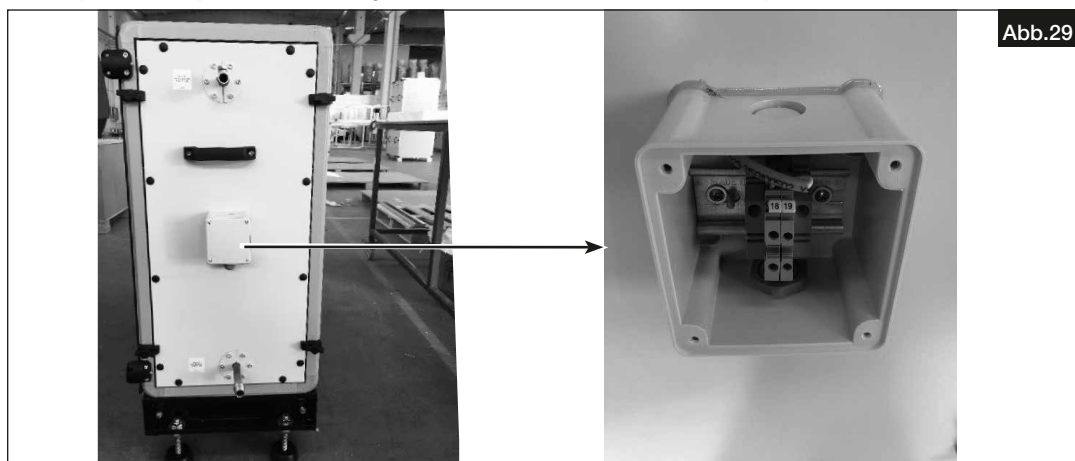

Abb.29
7. Abdeckung des Klemmkastens öffnen. Leitungsdicke, die für den Signalanschluss verwendet wird, überprüfen. Signalleitung mit den Anschlusspunkten verbinden und die Abdeckung des Klemmkastens schließen (s. Abb.29). Das andere Leitungsende mit einer geeigneten Anschlussklemme in dem Klemmkasten des AIR1-Geräts anschließen (s. Anschlusspläne in der Montage- und Betriebsvorschrift des AIR1-Geräts).